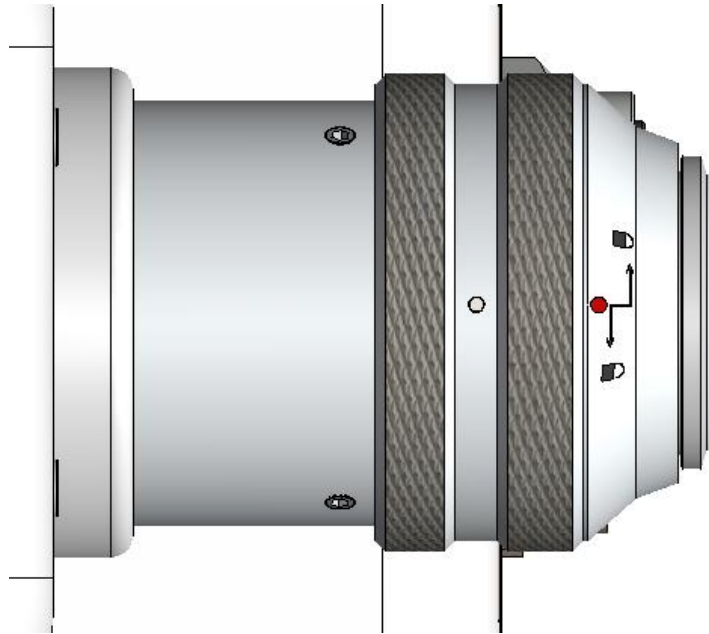

图2.3
- ③ 将QBH连接器拧至打开状态：逆时针方向旋至极限位置（可以感觉到“噔”的一声），注意转到位即可，不要大力拧动，否则可能会损坏QBH内部结构，如图2.3所示。